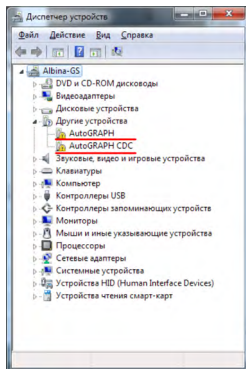

Рис.29. Новое устройство.
- Система автоматически найдет новое оборудование (Рис.29).